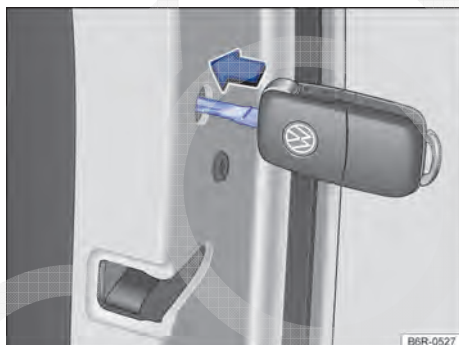

Fig. 153 Travamento de emergência do veículo com a chave do veículo.
- Inserir a haste da chave na fenda → Fig. 153 e girar no sentido horário (para fora do veículo) até o batente.